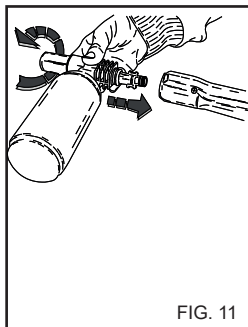

FIG. 11
2) Poista jatkokappale pistoolista ja aseta pesuaine ruiskutinsarja (fig. 11) paikoilleen. Käynnistä pesuri ja suihkuta likaista pintaa alhaalta ylöspäin. Pesuaineen avulla varustetuissa malleissa aukaise pesuaineen hallintatulppa (fig. 7B) ja siirrä karkiosaa eteenpäin. Anna vaikuttaa muutama minuutti.